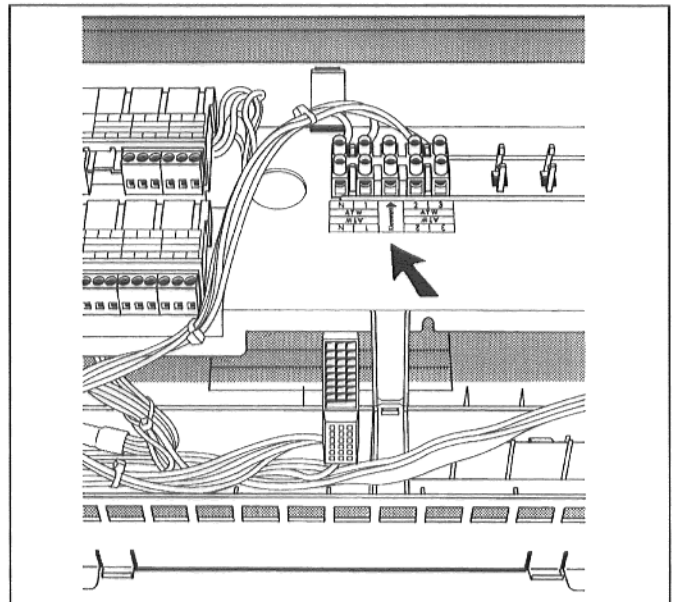

Рис. 5: Наклеить наклейки
- Наклеить наклейки с обозначениями зажимов. Стрелка должна показывать в направлении зажимов! (рис. 5).